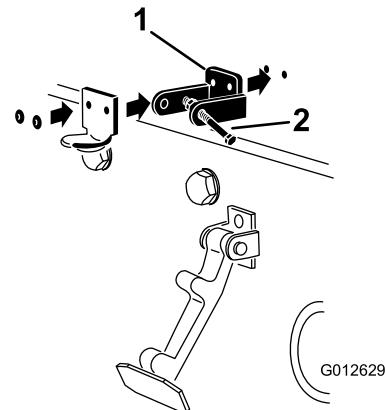

Bild 7
3. Flüchten Sie die Befestigungslöcher aus und positionieren Sie gleichzeitig die Halterung des CE-Riegels und des Motorhaubenriegels auf der Motorhaube. Die Riegelhalterung muss an der Haube anliegen (Bild 7). Nehmen Sie die Schraube und Mutter nicht vom Halterungsarm für den Riegel ab.
5. Nieten Sie die Halterungen und Scheiben an die Haube (Bild 7).